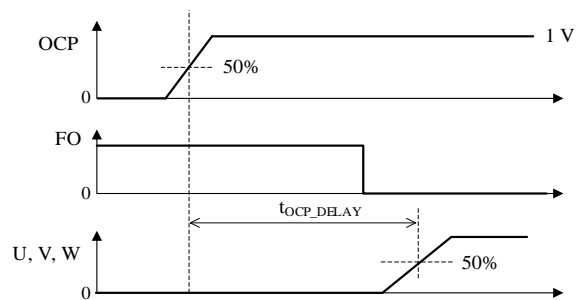

図 5-1 OCP 端子検出遅延時間の定義
(2) OCP 端子検出遅延時間の定義は図 5-1 のとおり。